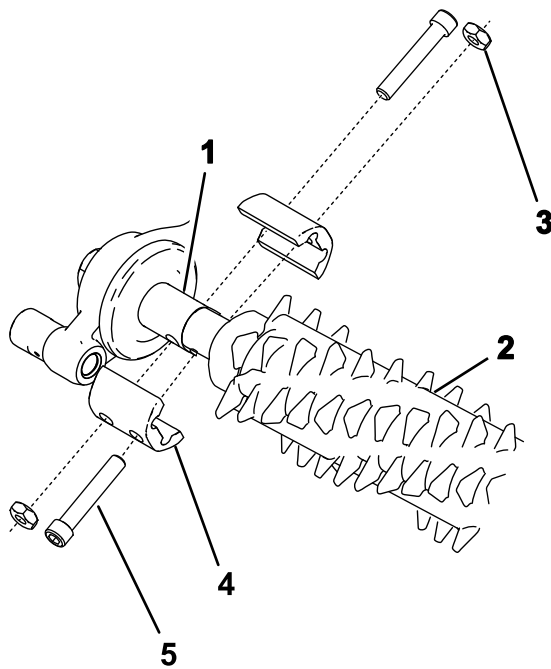

图15
2. 将疏草刀组件与疏草刀驱动箱驱动短轴和总轮总成对齐（图15）。
3. 如图15所示，用 4 个螺栓（ $\frac{1}{4}$ x $1\frac{1}{2}$ 英寸）、4 个锁紧螺母和 4 个轴夹将疏草刀固定到机器。